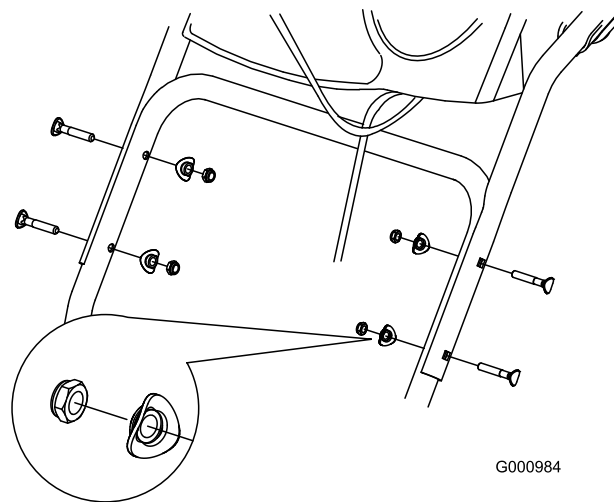

Рисунок 5
2. Закрепите верхнюю рукоятку четырьмя болтами, четырьмя изогнутыми шайбами и четырьмя контргайками из пакета с комплектом запасных деталей (Рисунок 5).